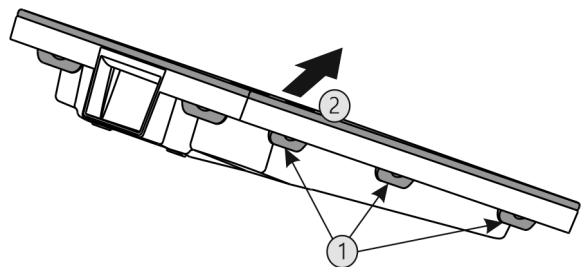

Fig. 41
- Premere una dopo l'altra tutte le linguette Fig. 41 (1) e rimuovere la copertura Fig. 41 (2).